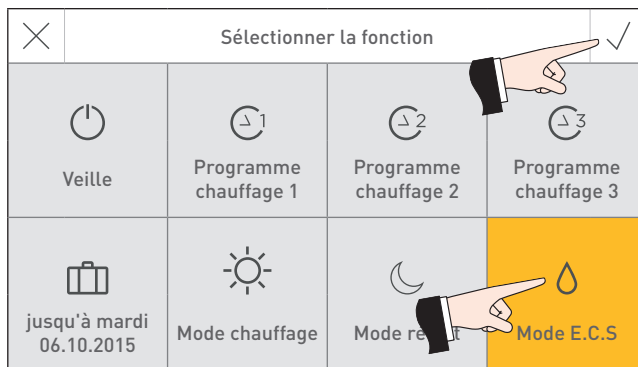

Fig. 17
- Sélectionner et confirmer le choix fonction « Mode E.C.S » ✓ – Fig. 17.